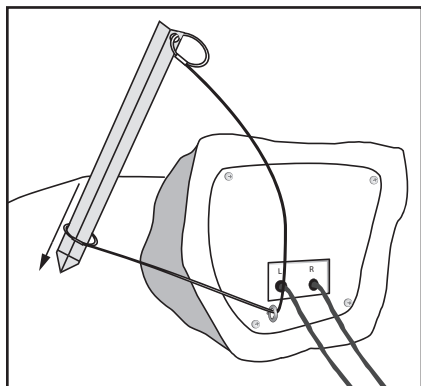

Figure 7c. Passer le piquet dans le câble
3. Faire passer par la boucle le piquet et le câble qui y est attaché (figure 7c).